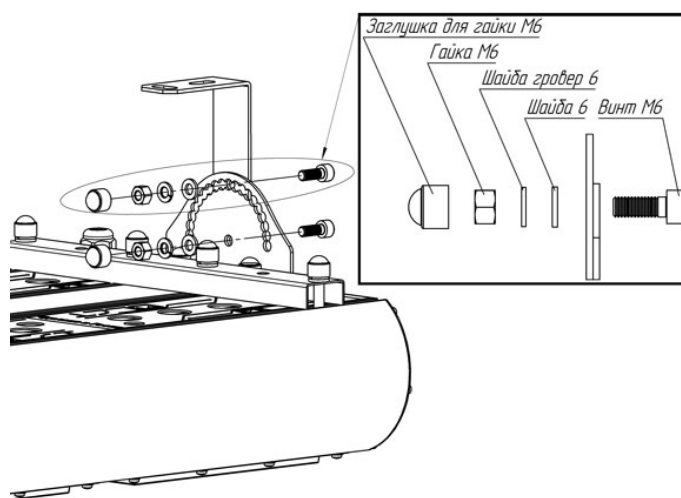

Рис. 8
6.7.6 Установить светильник, прикрепив фиксаторы поворотные к установленным потолочным креплениям Рис. 8.